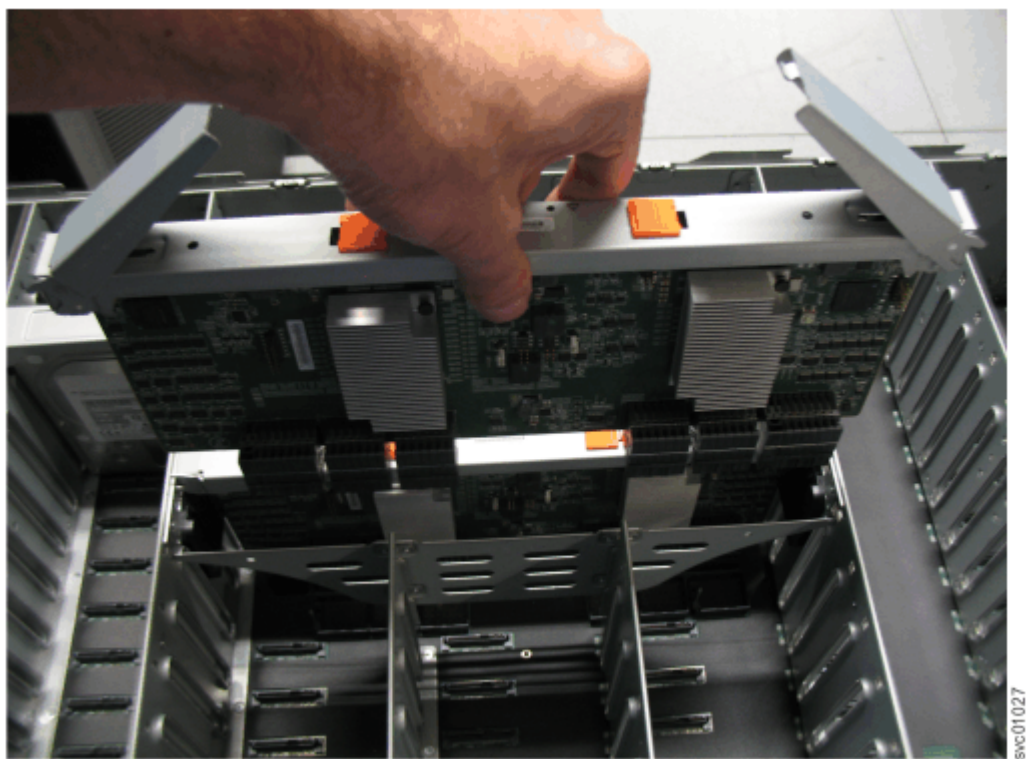

图 89. 更换辅助扩展模块
4. 小心地将辅助扩展模块的边缘与机柜中的导向槽对齐，如第 69 页的图 89 中所示。